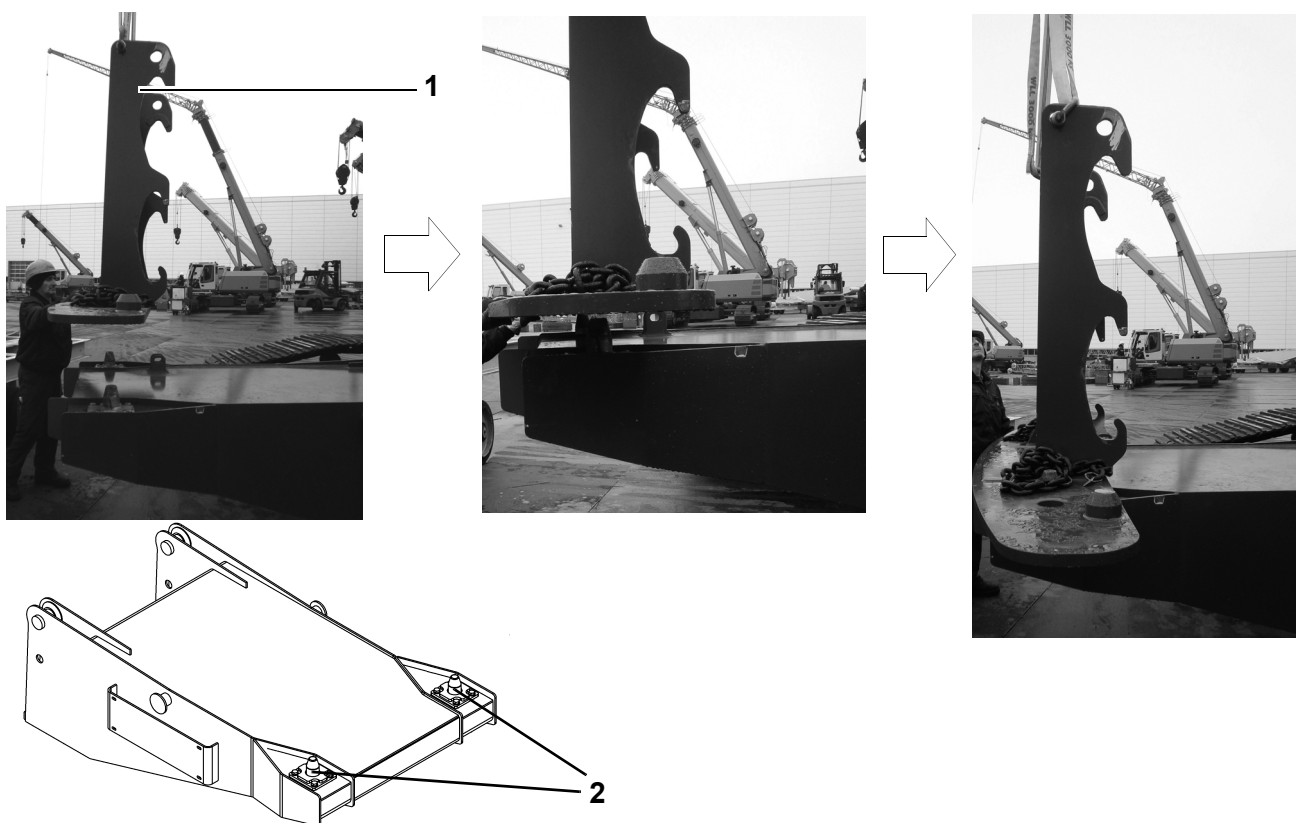

Fig. 129 Coloque o bloco do lastro no suporte do lastro
| 3 | Prenda o parafuso de trava (2) na Fig. 129 no suporte do lastro antes de prender e remover o contrapeso. |